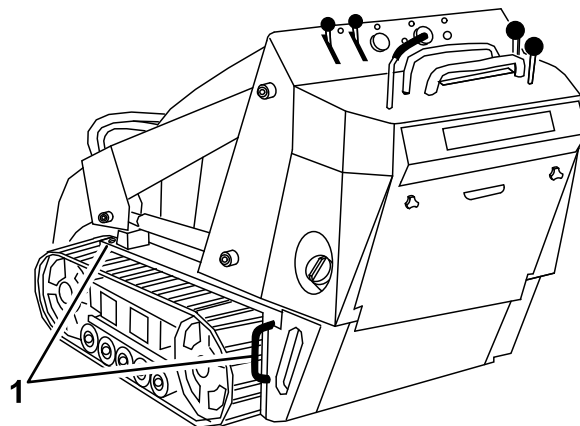

Figure 20
8. Servez-vous des points d'attache en métal de la machine pour l'arrimer solidement sur la remorque ou le véhicule de transport au moyen de sangles, chaînes, câbles ou cordes (Figure 20). Reportez-vous à la réglementation locale concernant les exigences d'arrimage.
Vous pouvez soulever la machine en vous servant des points d'attache/de levage ; voir Figure 20.